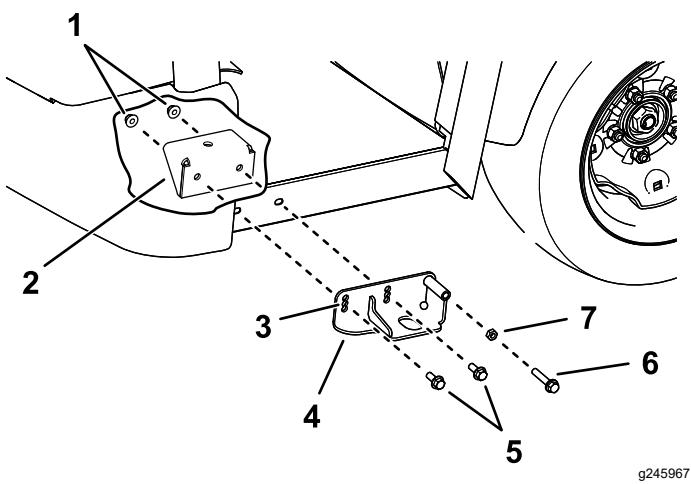

Figure 26
3. Fixez les supports gauche et droit aux pattes de montage avant de la cabine à l'aide de 2 boulons à tête hexagonale et embase (3/8" x 1") et de 2 écrous à embase (3/8") de chaque côté (Figure 26).
4. Insérez le boulon de réglage (3/8" x 2") et l'écrou hexagonal (3/8") dans les supports gauche et droit de chaque côté de la machine (Figure 26).
Utilisez le boulon de réglage (Figure 26) pour centrer la cabine.